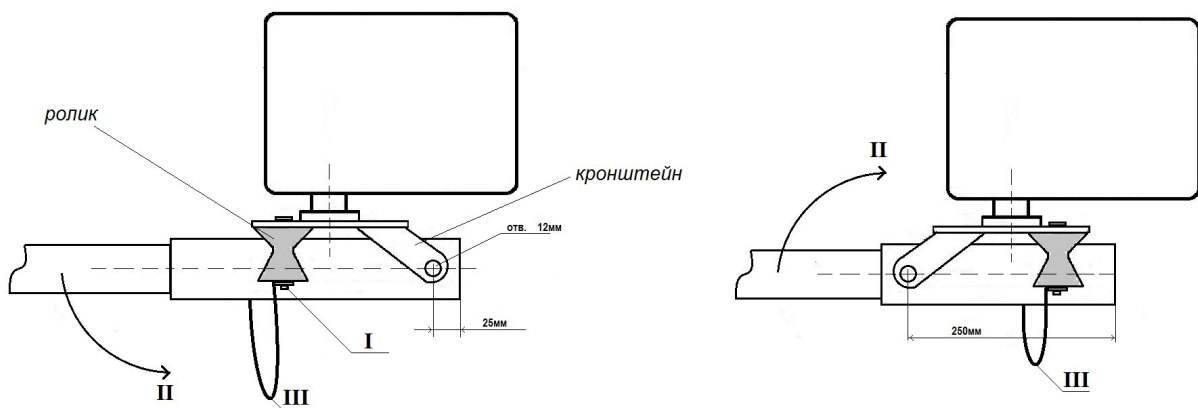

Рисунок 2
2. Перед установкой стрелы в узел необходимо просверлить отверстие $\text{Ø}12\text{мм}$ под ось, на которой стрела будет поворачиваться при ударе (см. Рис.2), для чего: